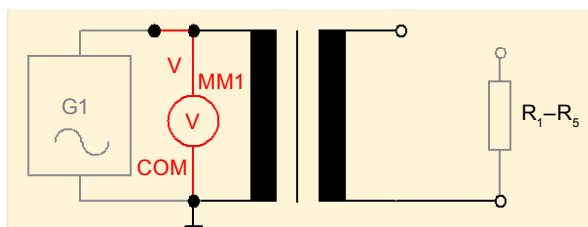

Рис. 3. Подключение источника питания к первичной обмотке трансформатора
8. Подключить источник питания к первичной обмотке трансформатора с помощью короткого провода (рис. 3).